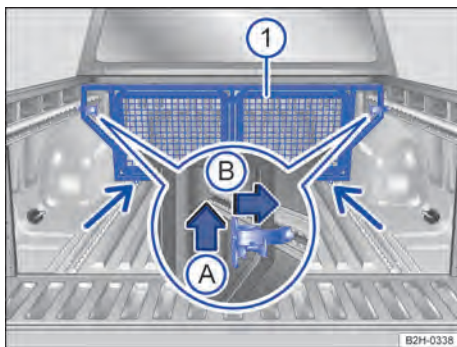

Fig. 145 No compartimento de carga: instalar o divisor do compartimento de carga.
1. Levar cuidadosamente o divisor do compartimento de carga → Fig. 145 ① até a posição de instalação desejada → ⚠.
3. Inserir o divisor do compartimento de carga nos trilhos de amarração inferiores → Fig. 145 (setas finas).
5. Puxar a alavanca de travamento para cima → Fig. 145 (seta (A)) e pressionar até o batente para fora (seta (B)).